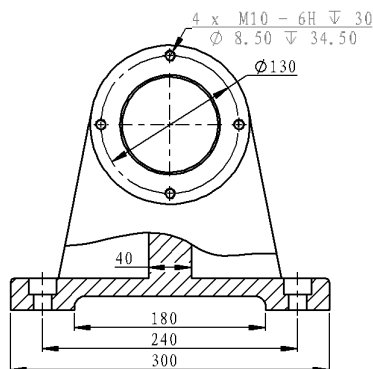

图 6.15.41 标注孔
- (4) 单击“尺寸”对话框中的 ☒ 按钮，调整尺寸位置如图 6.15.41 所示。